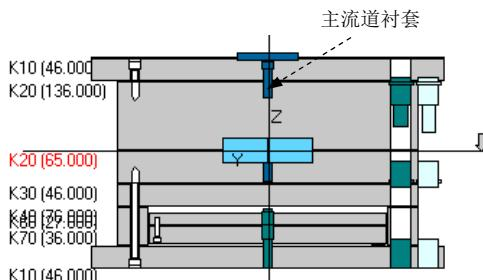
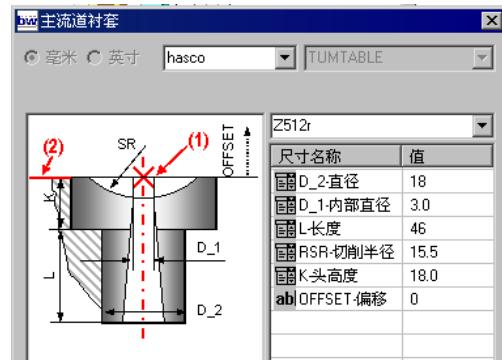

图 30.21 定义主流道衬套
图 30.22 “主流道衬套”对话框
Step1. 定义主流道衬套。在“模架定义”对话框中右击图 30.21 所示的主流道衬套，此时系统弹出图 30.22 所示的“主流道衬套”对话框。定义衬套型号为 Z512r；在 D_2 直径 下拉列表中选择 18；在 ab OFFSET 偏移 文本框中输入值 0；单击 按钮。